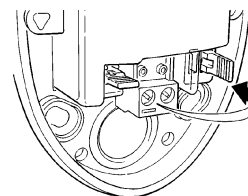

Figure 71
- Les connexions volantes non utilisées doivent être placées dans le compartiment prévu à cet effet pour pouvoir être réutilisées dans le futur (Figure 71).